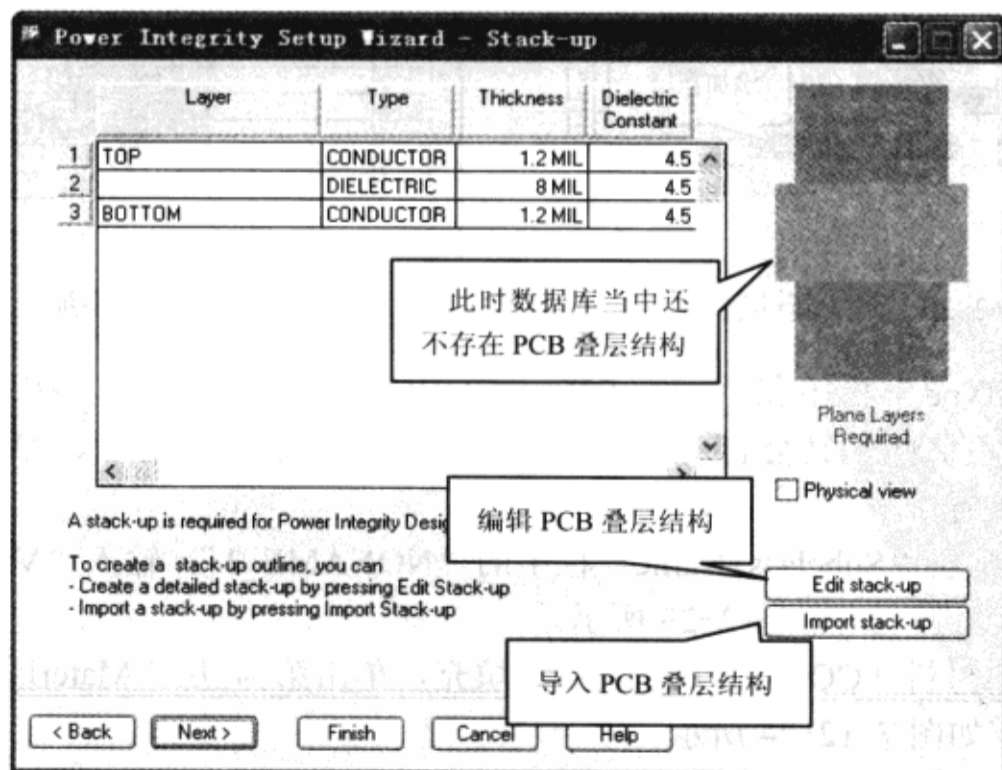

图 7-12-18 叠层结构设置窗口
(1) 在“Power Integrity Setup Wizard - Board Outline”对话框中单击“Next”按钮，此时会显示“Power Integrity Setup Wizard - Stack-up”对话框，如图 7-12-18 所示。有两种方法可以创建 PCB 的叠层结构：可在 Allegro PCB PI option XL 中创建一个 PCB 叠层结构，或者从其他 PCB 设计中导入一个已经存在的 PCB 叠层结构。本节将介绍如何创建一个 PCB 叠层结构。